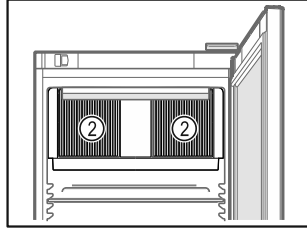

Fig. 41
- Pidä sisätilassa olevan kiertoilmapuhaltimen tuuletusraot Fig. 41 (2) vapaina.